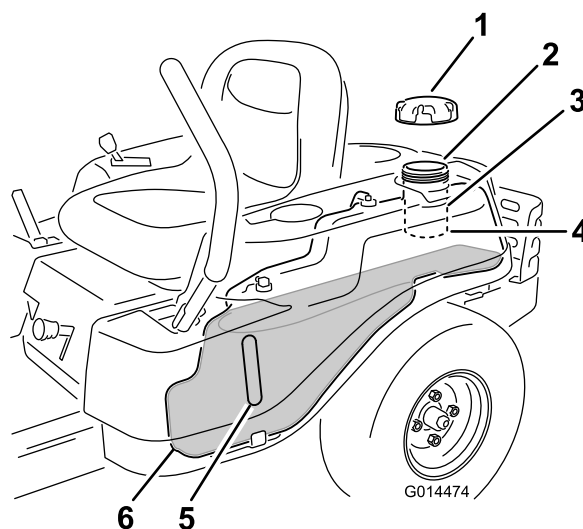

Figura 10
Nota: Puede utilizar la mirilla de combustible para verificar la presencia de gasolina antes de llenar el depósito (Figura 10).
2. **Añada gasolina sin plomo** lentamente (Figura 10 hasta que el combustible llegue a la base del cuello de llenado).